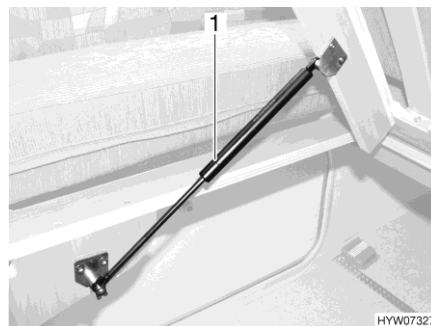

Bild 135 Festes Bett
- Lattenrost anheben. Die Gasdruck-Federn (Bild 135,1) halten den Lattenrost in geöffneter Stellung.